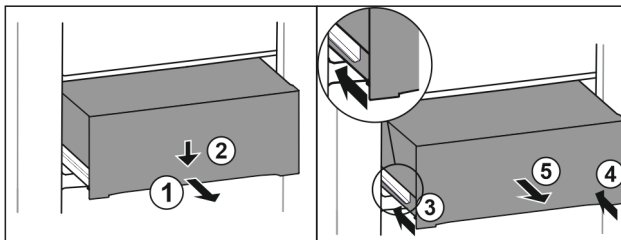

Fig. 131
- ▶ Lade er half uittrekken. Fig. 131 (1)
- ▶ Schuiflade aan de voorzijde omlaag drukken. Fig. 131 (2)
- ▶ Linker rail ca. 2 cm inschuiven. Fig. 131 (3)
- ▶ Rechter rail ca. 2 cm inschuiven. Fig. 131 (4)
- ▶ Lade naar voren toe verwijderen. Fig. 131 (5)